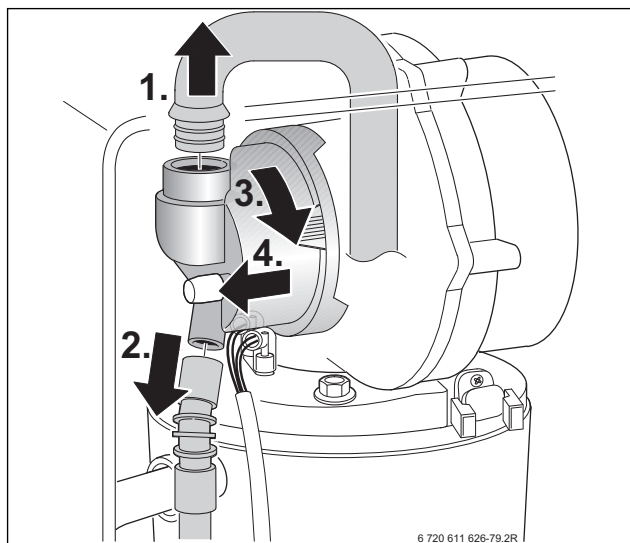

Fig. 50
- Smontare il miscelatore (per le operazioni appena descritte seguire le fasi 1, 2, 3, 4 indicate nella fig. 50).
- ▶ Togliere il coperchio fig. 50.